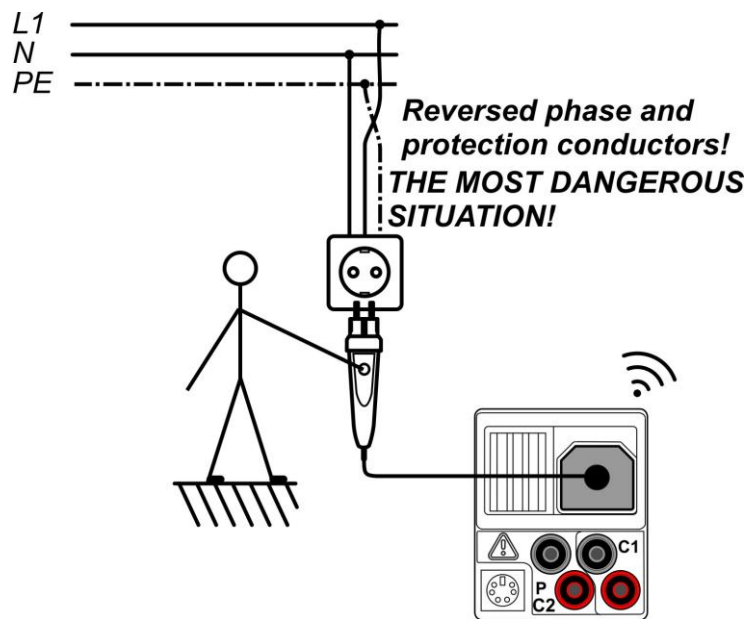

Abbildung 5.36: Vertauschte L- und Schutzleiter (Stecker-Commander)
- **Schließen** Sie die Prüfleitungen am Prüfling an, (siehe *Abbildung 5.36 und 5.37*).